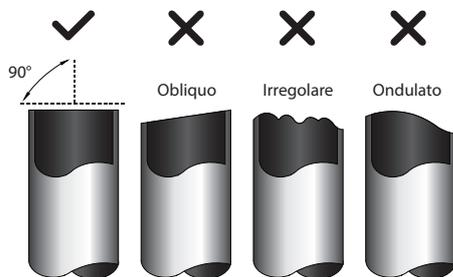

Fig. 7.1
1. Verificare che il tubo sia tagliato con un'angolazione esatta di 90°. Fare riferimento agli esempi di taglio non corretto riportati nella Fig. 7.1.